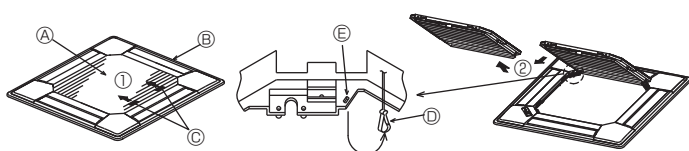
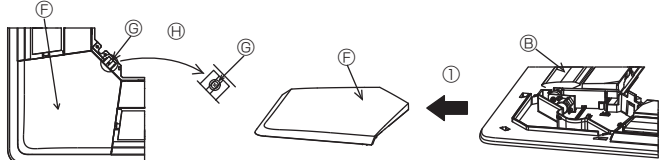

Fig. 9-3
Fig. 9-4
9.2.1. Удаление воздухозаборной решетки (Fig. 9-3)
- Сдвиньте рычаги в направлении, обозначенном стрелкой ①, чтобы открыть воздухозаборную решетку.
- Пока воздухозаборная решетка находится в "открытом" положении, удалите стержень воздухозаборной решетки с вентиляционной решетки в направлении стрелки ②.
9.2.2. Удаление угловой панели (Fig. 9-4)
- Удалите винт из угла угловой панели. Для удаления угловой панели сдвиньте угловую панель в направлении стрелки ①.
[Fig.9-3] [Fig.9-4]